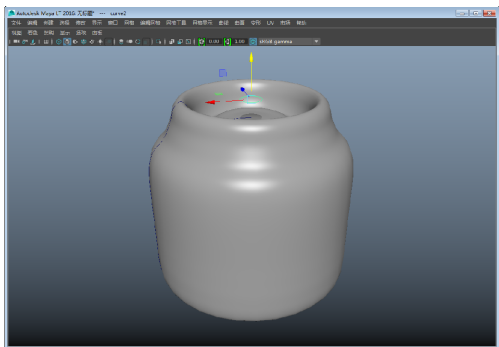

图 3-156 完成修剪
- 5 选择完毕后，按回车键确认操作，此时的模型效果如图 3-156 所示。完成修剪后，选择模型上方的曲线，按 Delete 键将其删除。